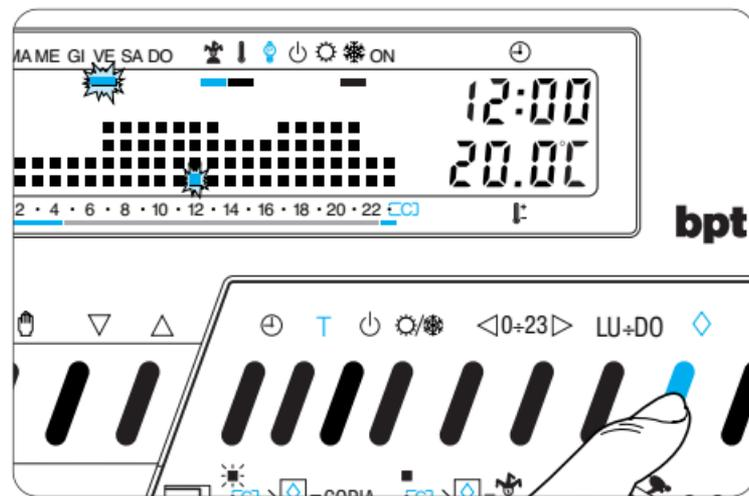

Fig. 44
**11.7** - Premere il pulsante  $\diamond$  (fig. 44).